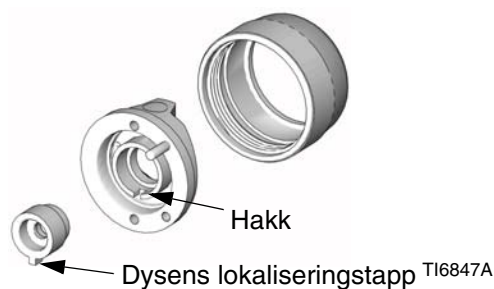

FIG. 7
3. Still inn slik at tappen på dysen sammenfaller med hakket på lufthetten. Se FIG. 7.
4. Stram lufthettens låsering (8) godt fast for hånd for å sikre en god tetning mellom dysens pakning og sprederen (10).